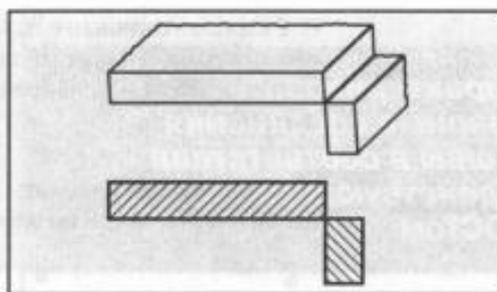

Рис. 17
**Угловым** называется соединение двух элементов, расположенных под прямым углом и сваренных в месте примыкания краев (рис. 17).